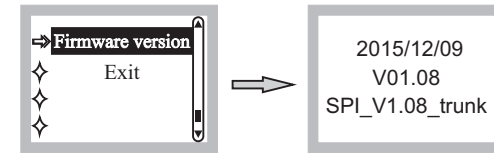

Fig. 23
- (7) Firmware Version, Fig. 23.